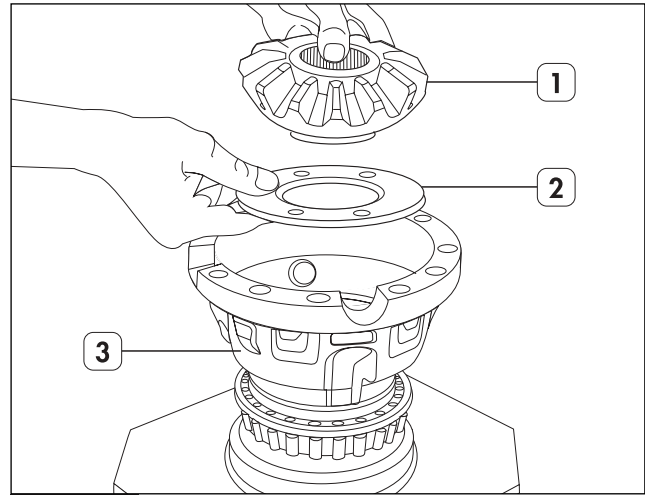

Fig. 24
1. Colocar la semicaja (3) en la mesa de trabajo
2. Colocar la arandela de apoyo lateral (2) del planetario en la semicaja y luego montar el planetario (1). (Fig. 24)